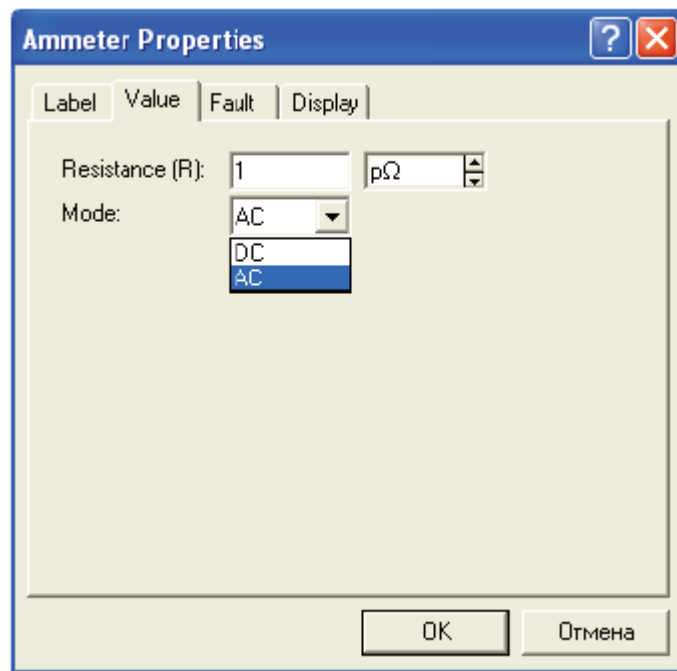

Рисунок 3.1 – Окно свойств амперметра в редакторе *Electronics Workbench*
1. По умолчанию тип измерительных приборов в программе установлен на «постоянный ток» – DC. Так как моделирование проводится для системы переменного тока нужно изменить тип используемых измерительных приборов на «переменный ток» – AC. Для этого, открыв двойным щелчком мыши, окно свойств измерительного прибора, выберите вкладку «*Value*», и в раскрывающемся списке «*Mode*» установите AC (рисунок 3.1). Для уменьшения погрешности измерений можно выставить величину внутреннего сопротивления амперметра в  $1 \cdot 10^{-12}$  Ом (*Resistance* – 1 pΩ).